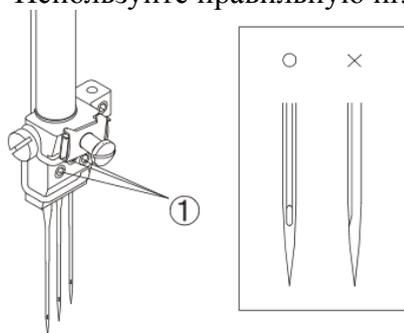

Fig. 34
2. Ослабьте винт (1), а затем извлеките иглу, которую нужно заменить. Вставьте новую иглу в отверстия держателя до конца так, чтобы длинная канавка иглы была обращена к вам (рис. 34).
3. Затяните винт (1).